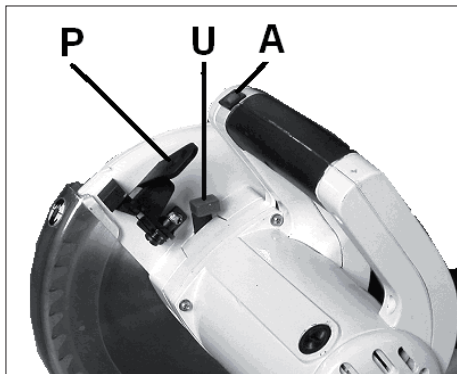

Рис. 3
- Розблокуйте вал пилки за допомогою клавашного блокувального вимикача вала пилки (U, Рис. 3) та звільніть притискний гвинт пиляльного диска, застосовуючи для цього гайковий ключ (T).